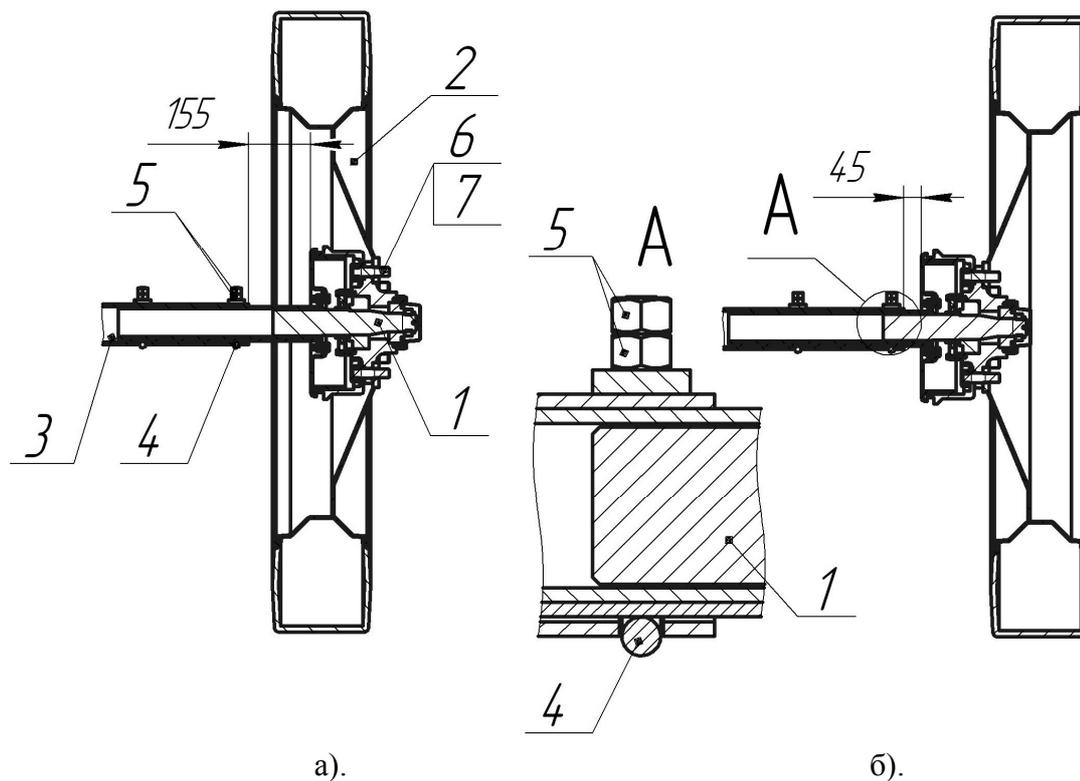

Рис. 16. Схема установки колес при колее а) 1500 мм, б) 1800 мм.
Опрыскиватель можно установить на колею 1500 (рис. 16 а) или 1800 мм (рис. 16 б). Колея регулируется бесступенчато.
(подрисуточные надписи см. на рис. 16)
- переместить полуоси 1, на расстояние, указанное на рис. 16;
- поменять местами колеса и перевернуть их, как показано на рис. 16; после монтажа колес протектор шин должен иметь исходное направление.
Внимание! Размеры, указанные на рис.16, относятся к опрыскивателям стандартной комплектации. В случае использования колесных дисков других производителей, алгоритм изменения колеи может быть изменен.